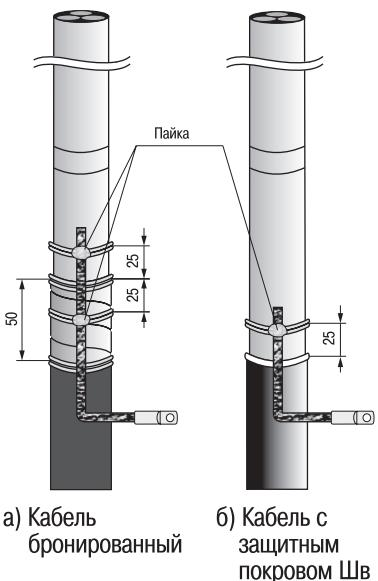

Рисунок 4
4.12 Выполнить пайку провода заземления вместе с бандажом припоеем ПОС. При пайке использовать паяльный жир. Место пайки должно образовать гладкую выпуклую поверхность, а сам провод заземления, пропитанный припоеем, не являлся бы каналом для проникновения влаги (рисунок 4).